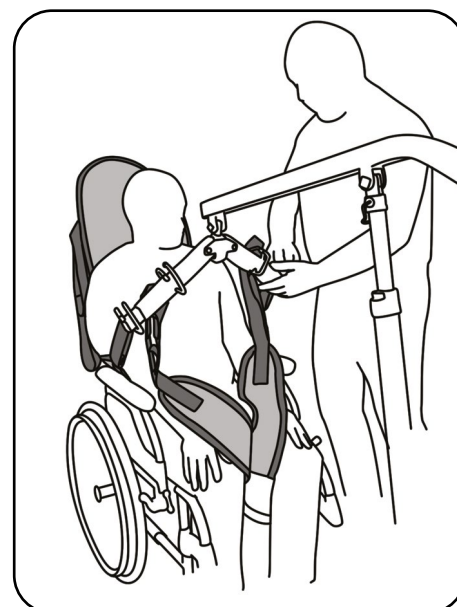

Abb. 8.2.02 – Liftergurt hinter dem Rücken des Patienten positioniert
5. Führen Sie die Beinstützen außen nach innen unter den Oberschenkeln des Patienten durch, so dass die Beinschlaufen zwischen den Oberschenkeln liegen. Achten Sie darauf, dass die Beinschlaufen gleich lang sind. Straffen Sie die Beinstützen durch seitliches Ziehen, damit sie faltenfrei anliegen. Ordnen Sie die Schulterschlaufen rechts und links von den Schultern des Patienten an. Die Kopfschlaufen hängen außen herunter (Abb. 8.2.02).
7. Hängen Sie die Beinschlaufen über Kreuz, entsprechend dem Kapitel Vorbereitung Abschnitt **Transportbügel der aks-Patientenlifter**, an die Haken des Transportbügels (Abb. 8.2.02). Achten Sie dabei auf die gleiche Einhängenposition. Diese erkennen Sie an der farblichen Kennzeichnung der Schlaufen (siehe Kapitel Vorbereitung Abschnitt **Gurtschlaufen**).